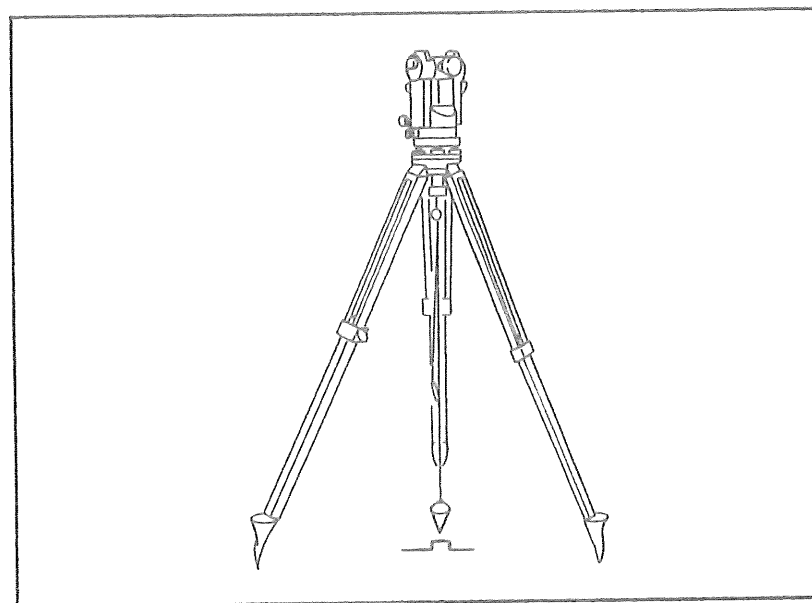

図14
- ①垂球の吊紐を掛け金のフックに引っかけ、自在金で長さを調節し、垂球先端を測点の高さに近づけます。(図14)
- ②定心桿をわずかに緩め、本機の整準台外周を両手で支え、脚頭上をすべらせて、垂球先端を測点の中心に一致させます。(直交する2方向から確認して下さい。)